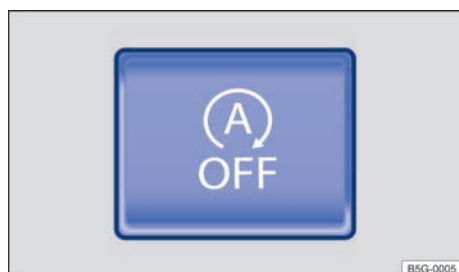

Fig. 117 En la parte inferior de la consola central: tecla del sistema Start-Stop. ▶
- Para desconectar el sistema, pulse la tecla  situada en la consola central → fig. 117. Cuando el sistema Start-Stop está desconectado, se enciende el testigo de control de la tecla.
- Para volver a conectar el sistema, pulse de nuevo la tecla  de la consola central → fig. 117.